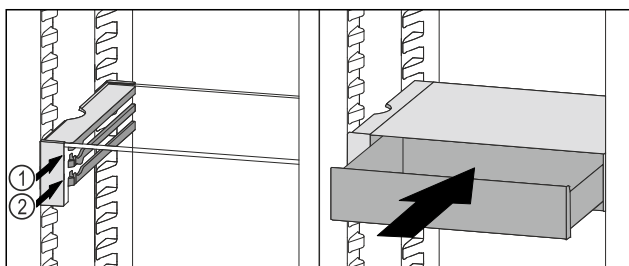

Fig. 182
- Nasaďte zásuvku VarioSafe za zářezky na požadovaném žebro Fig. 182 (1) nebo Fig. 182 (2).